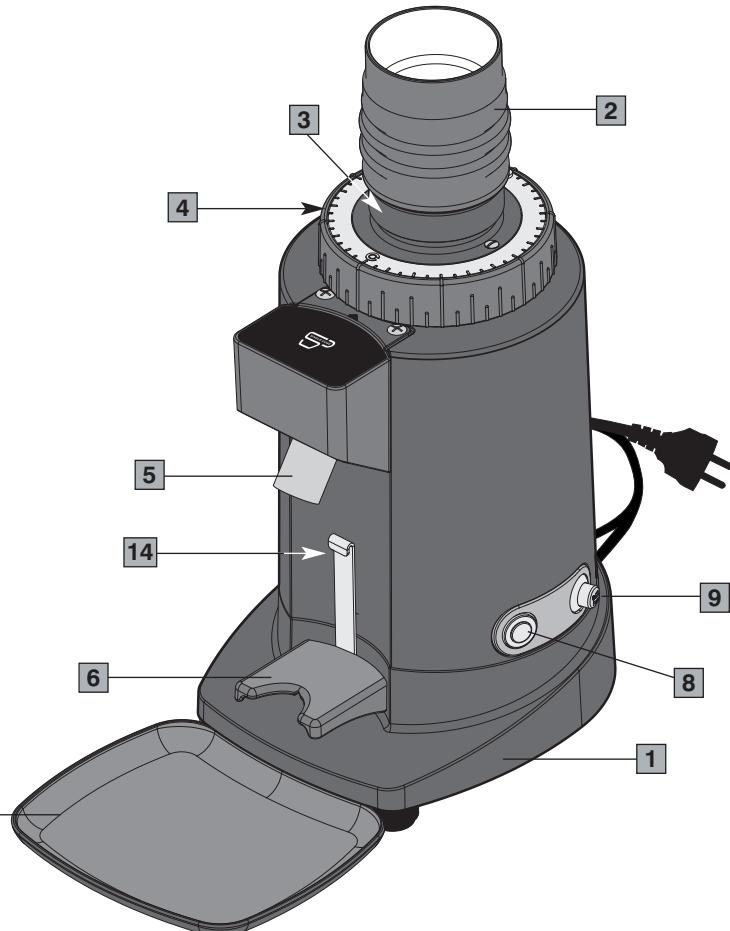
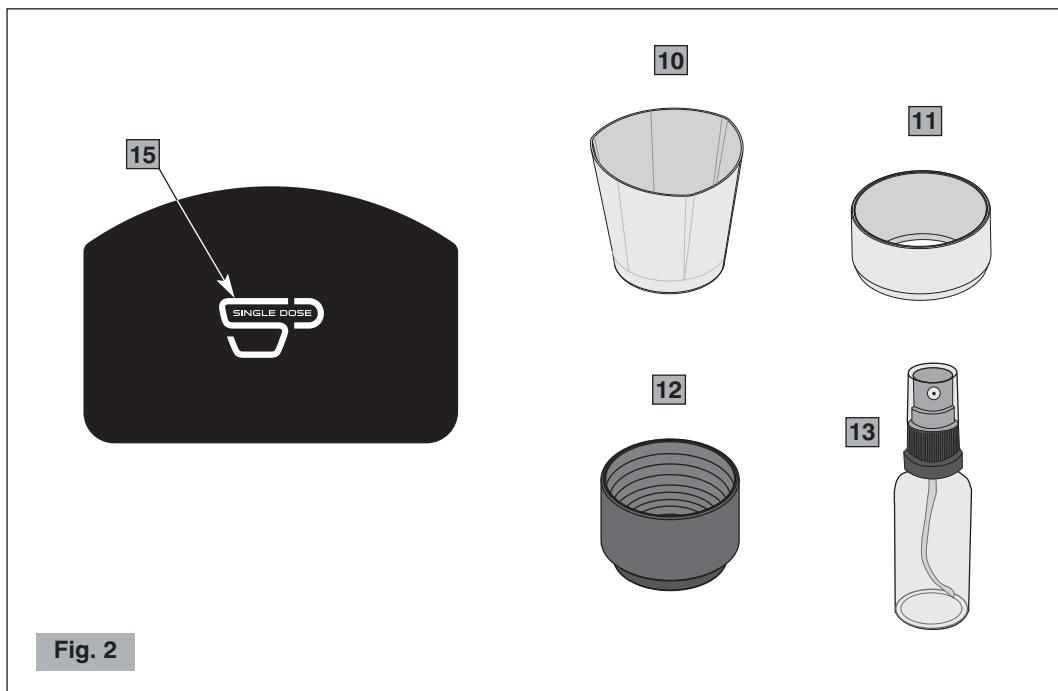

Fig. 1
Fig. 2
Eine weitere Korrektur des Mahlgrads kann vorgenommen werden, indem der Einstellring zum Mahlen (4 Abb. 1) gedreht wird (siehe Abb. 3).
Der Motor ist blockiert.	<ul style="list-style-type: none"> <li>Wenn sich aufgrund einer falschen Mahleinstellung bzw. bei Anwesenheit eines Fremdkörpers in den Mahlscheiben der Motor blockieren sollte, muss die Korngröße bis aufs Maximum erweitert werden, indem der entsprechende Einstellring zum Mahlen im Uhrzeigersinn betätigt wird (4 Abb. 1).</li> <li>Andernfalls muss das Gerät ausgeschaltet, der Stecker von der Steckdose entfernt und ein technisch ausgebildetes Personal zu Rate gezogen werden.</li> </ul>
### Componentes principales (Fig. 1, Fig. 2)
Antes de conectar el enchufe a la toma de corriente, controlar que el interruptor ON-OFF (9 Fig. 1) esté en posición "O" de apagado.
- 1** Colocar el interruptor ON-OFF en la posición "I" (9 Fig. 1).
- 2** Preparar la cantidad deseada de café a moler dentro del mezclador (12 Fig. 2).
- 3** Colocar la copa porta-filtro sobre la horquilla (6 Fig. 1) (con o sin el embudo suministrado 11 Fig. 2). Si se desea echar el café en el contenedor (10 Fig. 2) suministrado, colocarlo en la horquilla bloqueándolo bajo el soporte (14 Fig. 1).
- 4** Encender el motor con el botón de arranque/parada (8 Fig. 1). El logotipo luminoso (15 Fig. 2) se encienda.
- 5** Para reducir la electricidad estática (presente sobre todo en algunos tipos de café) rociar 2-3 veces agua pulverizada con la botella spray suministrada en dotación (13 Fig. 2) sobre los granos preparados para el molido.
- 6** Echar la cantidad deseada de café en grano en la embocadura del fuelle (2 Fig. 1). Si el logotipo luminoso (15 Fig. 2) inicia a parpadear y nos damos cuenta de que el tiempo restante no será suficiente para moler todo el café, volver a pulsar el botón de arranque/parada (8 Fig. 1).
- 7** Cuando el café en grano esté completamente molido, golpear el fuelle (2 Fig. 1) con la palma de la mano, asegurándose de cubrir completamente la embocadura, para desprender todo el café molido.
### Funciones del botón de arranque/parada y tiempo de molido (8 Fig. 1)
Otra corrección del grado de molido se puede efectuar girando el anillo de regulación del molido (4 Fig. 1) (véase Fig. 3).
El motor se bloquea.	<ul style="list-style-type: none"> <li>• Si por una regulación equivocada de molido o por la presencia de un cuerpo extraño en las muelas se bloqueara el motor, probar agrandar al máximo la granulometría manipulando en sentido horario el anillo regulación del molido (4 Fig. 1). Si esto no fuera suficiente, apagar el aparato, desconectar el enchufe de alimentación y contactar al personal técnicamente calificado.</li> </ul>